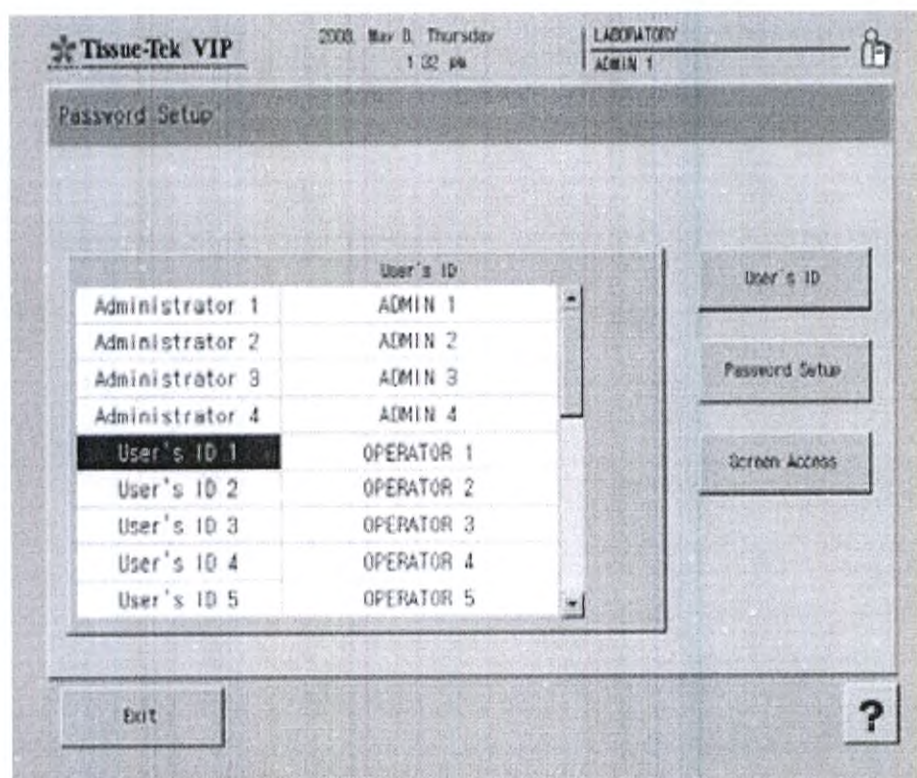

Рис. 39 Установка пароля
- Появится меню «Password Setup» (Установка пароля) (Рис. 39), в котором можно установить имя пользователя и его пароль, определить уровень доступа к системе, а также изменить существующие записи.
1. Выберите из списка в левой части экрана администратора или пользователя, имя которого Вы хотите изменить, а затем нажмите кнопку «User's ID» (Имя пользователя) (Рис. 39).
1. Выберите из списка в левой части экрана администратора или пользователя, уровень доступа которого Вы хотите изменить, а затем нажмите кнопку Screen Access (Доступ к экранам) (Рис. 39).